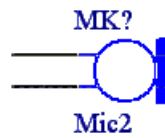

图 6-29 麦克风放置状态
Step3 单击“Place Mic2（放置 Mic2）”按钮，然后将光标移动到工作窗口，进入如图 6-29 所示的麦克风放置状态。按 Tab 键，在弹出的“Properties for Schematic Component